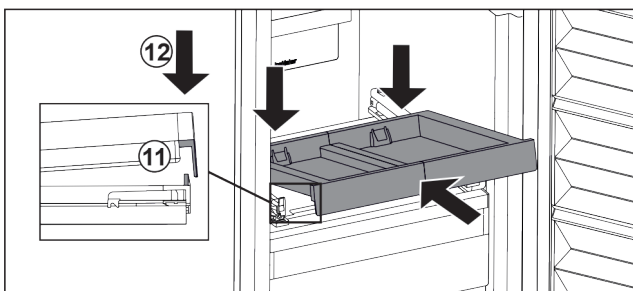

Fig. 27
- ▶ L'insérer en l'inclinant. Veiller à ce que, des deux côtés, la butée soit derrière la languette. Fig. 27 (11)
- ▶ Déposer le compartiment coulissant par l'avant. Fig. 27 (12)